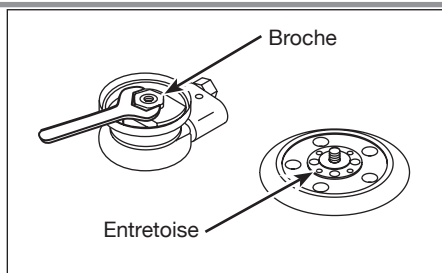

Figure 2 - Assemblage du patin de ponçage
2. Placez la clé fournie sur la bielle hexagonale et maintenez-la en place (voir Figure 2).
3. Assurez-vous que l'entretoise est bien placée sur le goujon de fixation fileté du patin de ponçage (voir Figure 2), puis serrez le patin manuellement sur la bielle en le faisant tourner dans le sens horaire. Retirez la clé.